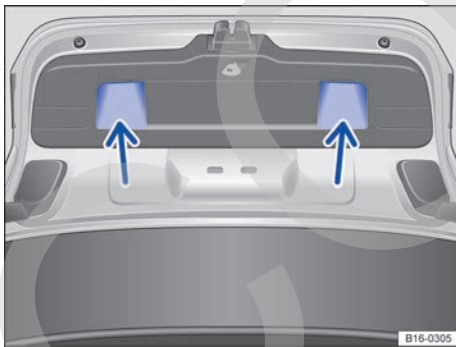

Fig. 68 Portón del maletero abierto: cavidades (flechas) para tirar hacia abajo.
- Agarre el portón del maletero por una de las cavidades de su guarnecido interior → fig. 68 (flechas).